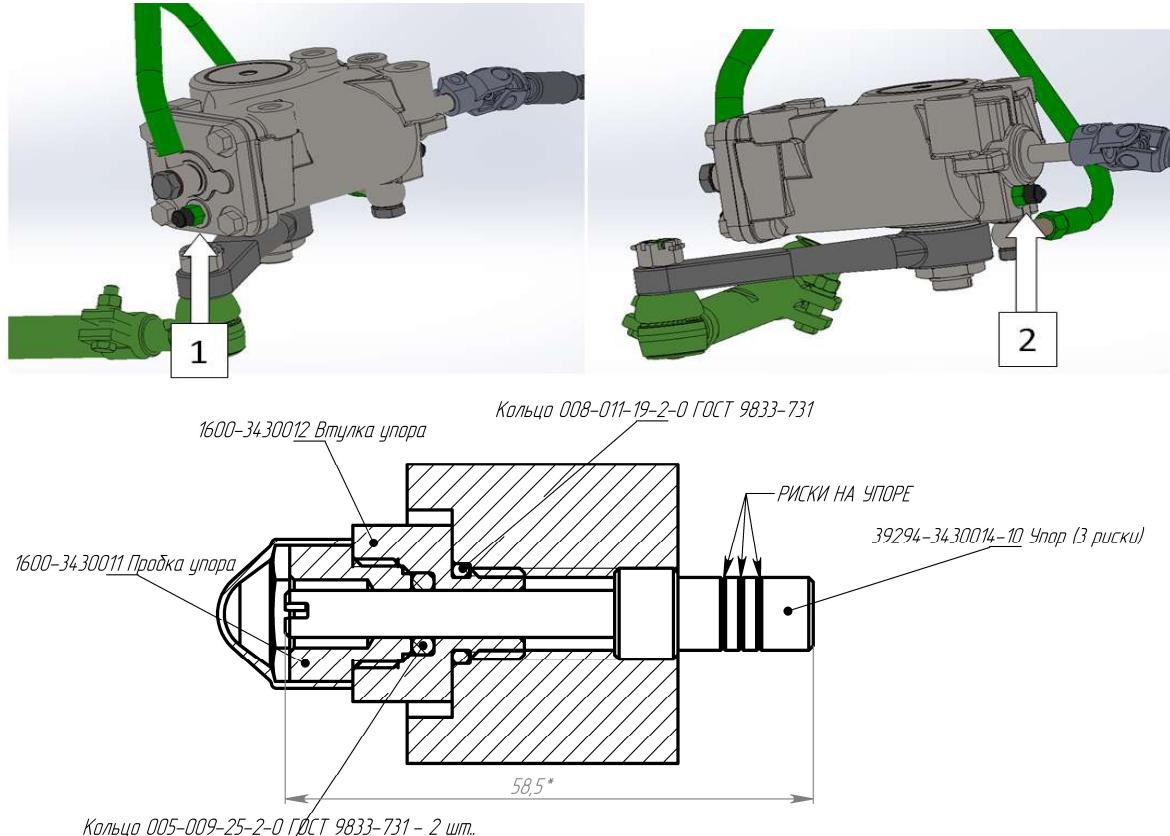

Рисунок 6.29
10. Снять защитные колпачки ограничительных винтов 1 и 2 (Колпачок №13 на болт M8 черный) с рулевого механизма (рисунок 6.29).